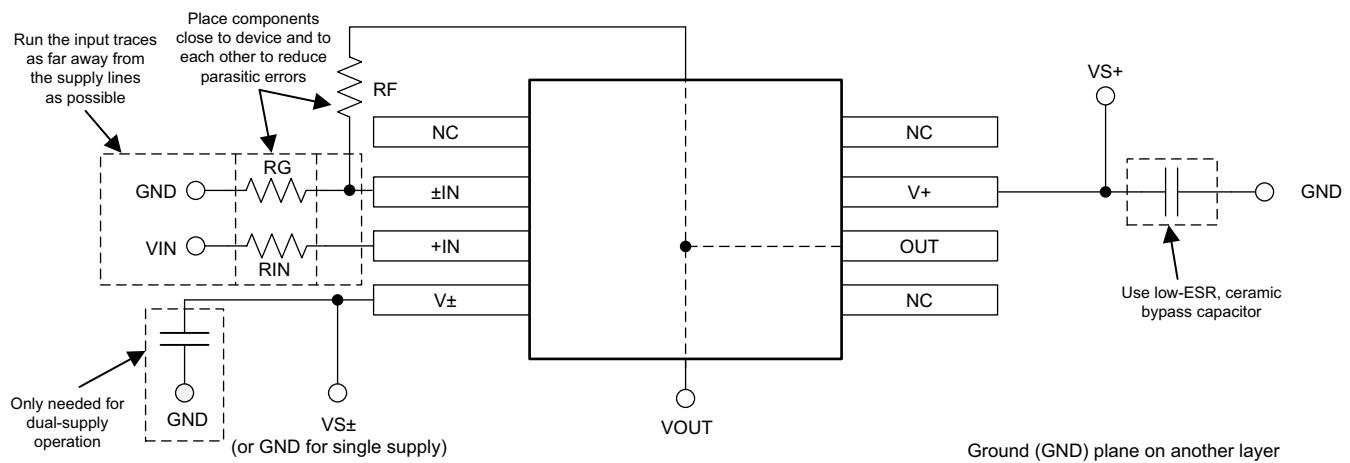

Figure 55. 同相配置运算放大器电路板布局
- 外部组件的位置应尽量靠近器件。如Figure 55 所示，使 RF 和 RG 靠近反相输入可最大限度地减小寄生电容。